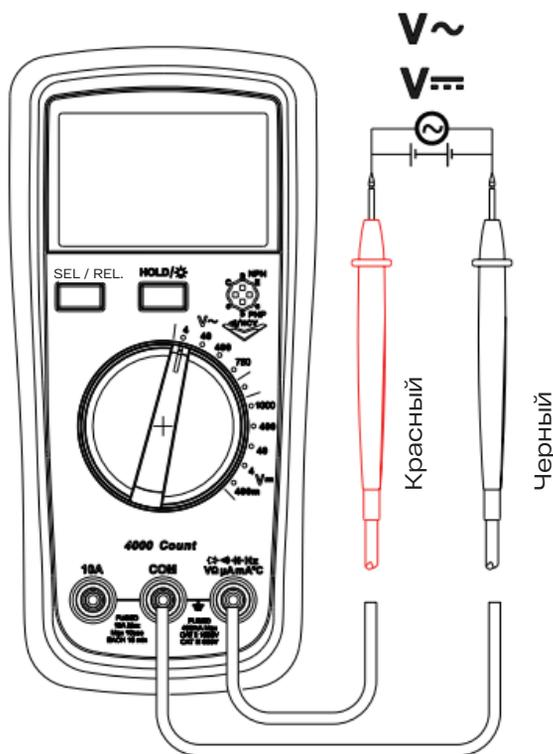

Рис. 2. Измерение напряжения
1. Измерение напряжения переменного/постоянного тока (см. рис. 2).